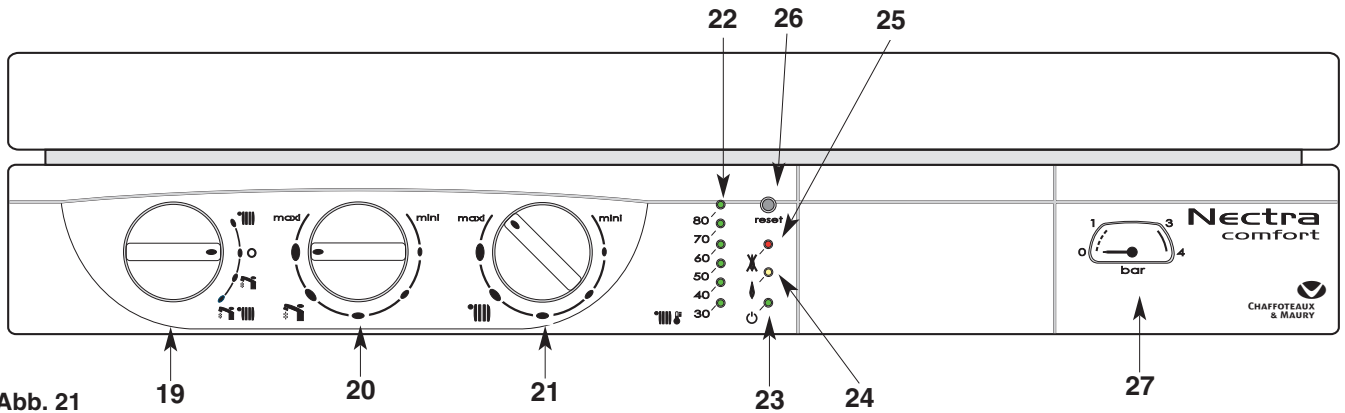
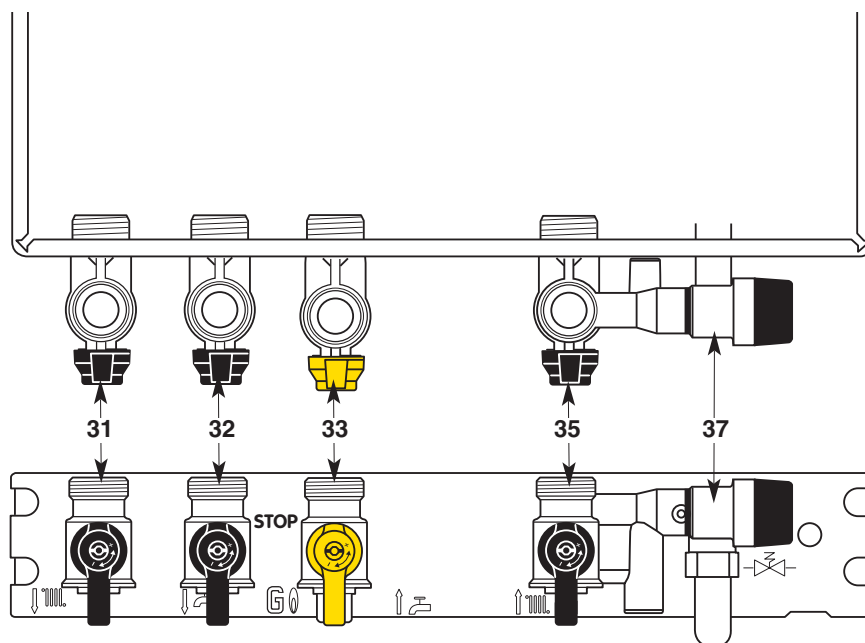

Abb. 21
Abb. 22 - Aufsicht und Vorderansicht
### Schalttafel (Abb. 21):
### Armaturenhalterung (Abb. 22)
3. Öffnen Sie die Gaszuführung am Gashahn **33** (Abb. 22) und stellen Sie ihn auf die Position «».
- Stellen Sie den Schalter **19** (Abb. 21) auf « » die grüne Leuchtanzeige ; leuchtet; die orangefarbene
Mit dem Einstellknopf der Heizung **21** «» (Abb. 21) kann die Wassertemperatur des Heizungskreislaufs je nach den saisonbedingten Bedürfnissen eingestellt werden. Drehen Sie den Knopf **21**:
Der Anzeiger **22**  (Abb. 21) zeigt die betreffende Temperatur an. Wenn Ihre Wohnung mit einem Raumthermostat ausgerüstet ist, stellen sie diesen auf die gewünschte Raumtemperatur ein.
- Stellen Sie den Schalter **19** auf «**O**» die grüne Leuchtanzeige bleibt an. **23** (Abb. 21) und die Frostschutzfunktion bleibt aktiviert.
- Drehen Sie den Gashahn **33** (Abb. 22), auf «STOP» um die Gaszuführung zu unterbrechen.
Sie das Ausgangsventil der Heizung (Abb. 22). Vergessen Sie nicht, das Ventil am Anfang der Heizsaison wieder aufzudrehen, wenn Sie den Schalter **19** (Abb. 21) auf « » stellen.